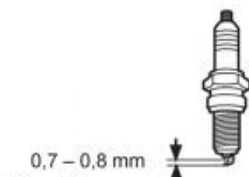

Fig. 79
6. Compruebe la distancia entre los electrodos de la bujía. Debe ser de 0,7 a 0,8 mm (Fig. 79).